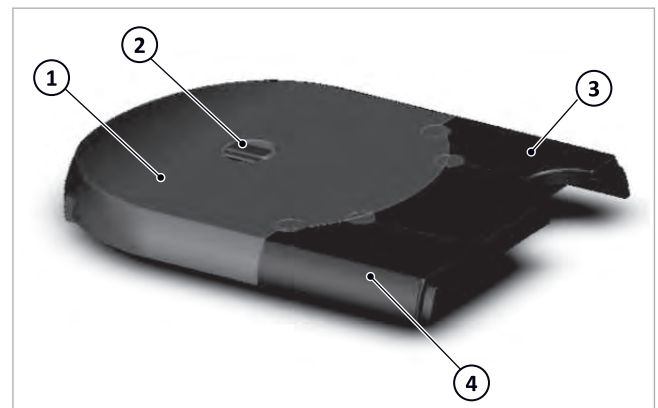
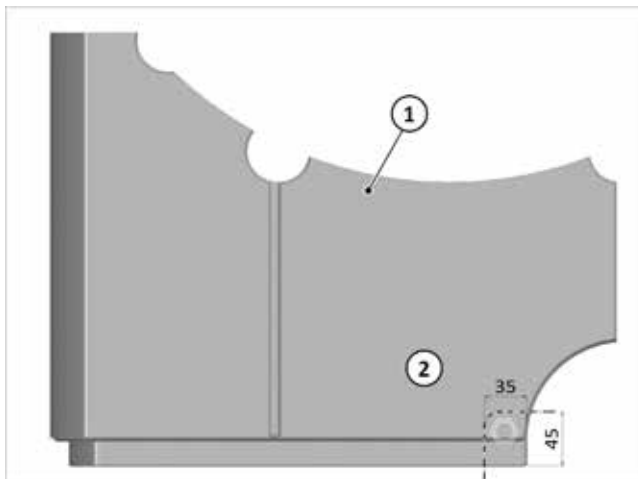

Fig. 116: Isolamento superiore SolvisBen
Fig. 120: Se necessario, tagliare l'accesso della tubazione del gas
1. Gli isolamenti superiori della WWS → fig. 116 (4) e HKS → fig. 116 (3) devono essere montati inserendoli dall'alto.
- Prendere l'isolamento del contenitore → *fig. 116 (1)* e rimuovere delicatamente con un coltello affilato i quattro espansi della WWS (5) facendo leva sulle scanalature (6).
- Posizionare l'isolamento del contenitore → *Fig. 116 (1)* sopra al contenitore.
- laterali a sinistra e a destra (1)
- centrale posteriore (2)
- centrale anteriore (3)
- Posizionare l'isolamento superiore della HKS → *fig. 116 (3)*.
- In caso di posizionamento della tubazione del gas in alto, tagliare l'isolamento superiore della WWS (1, vedere anche → *Fig. 116 (4)*) prima del montaggio → *Fig. 120* (sagoma in dotazione).
1. Posizionare l'isolamento superiore assemblato → Fig. 116 (1+2+3+4) completo sul contenitore.